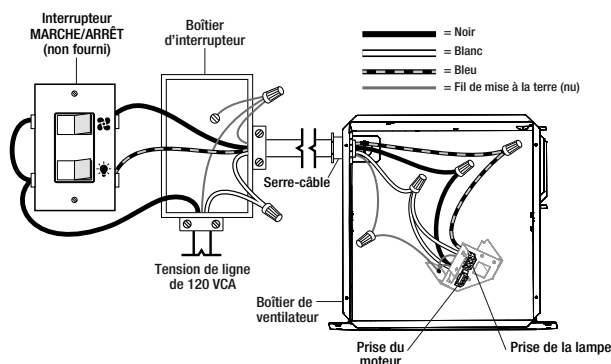

Fig. 10
- Utiliser des raccords approuvés par UL pour connecter les fils du ventilateur au câble d'alimentation électrique, comme illustré à la figure 10.